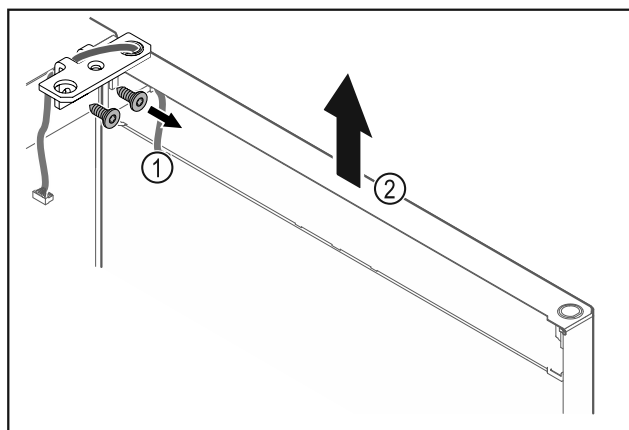

Fig. 18
- Noskrūvējiet lokāmos kronšteinus Fig. 18 (1).
- Paceliet durvis kopā ar lokāmajiem kronšteinu Fig. 18 (2) apmēram 200 mm taisni uz augšu un noņemiet tās.